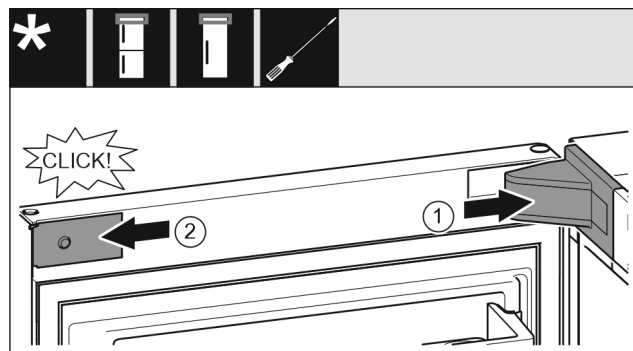

Fig. 19
- ▶ Τοποθετήστε και κουμπώστε το κάλυμμα του στηρίγματος, ενδεχ. αποσυμπιέστε το προσεκτικά. Fig. 19 (1)
- ▶ Εφαρμόστε στο πλάι το διακοσμητικό κάλυμμα και κουμπώστε το. Fig. 19 (2)